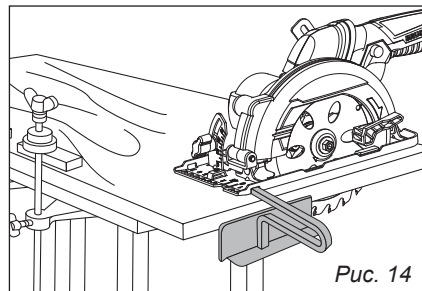

Рис. 14
2. Отрегулируйте расстояние между диском и упором, равное ширине отрезаемой части (рис. 14).